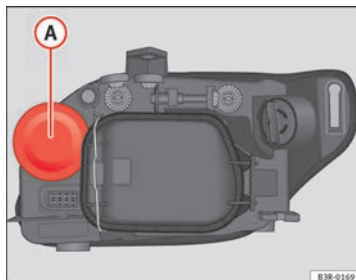

Fig. 205 Luz de carretera
- Retire la tapa de goma (A) → fig. 205 tirando de ella.